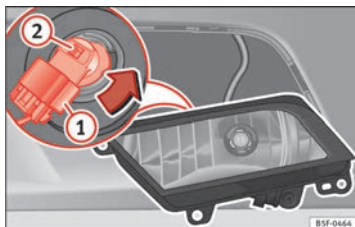

Fig. 195 Faro antiniebla.
- Extraiga el conector ⇒ fig. 195 ① de la lámpara.
- Gire el portalámparas ⇒ fig. 195 ② a la izquierda y tire.